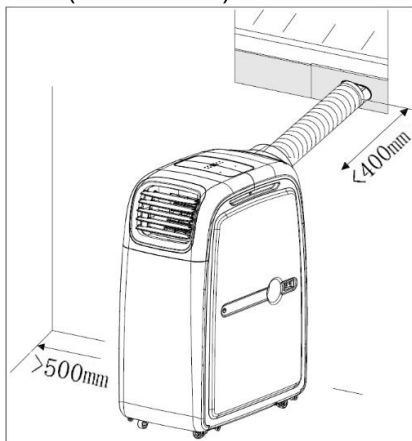

Abb. 1
- Bitte stellen Sie das Gerät auf eine flache Ebene in der Nähe einer geeigneten Steckdose, jedoch mit mind. 50cm Abstand zwischen Filterseite und anderen Objekten auf. Der Abluftschlauch sollte gerade gehalten und nicht länger als 40cm langgezogen werden (siehe Abb. 1).